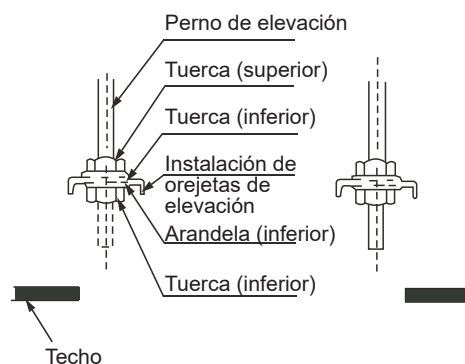

Figura 7
1. Al montar las orejetas de elevación de la unidad interior en los pernos de elevación, coloque las arandelas de los pernos de elevación en los orificios oblongos de las orejetas de elevación. Las tuercas superiores e inferiores y las arandelas se muestran en la Figura 7.